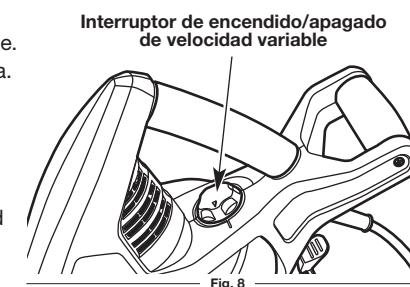

Fig. 8
- Para arrancar el motor, gire el interruptor de velocidad variable en el sentido de las agujas del reloj (Fig. 8).
- Para aumentar la velocidad del motor, según sea necesario, continúe girando el interruptor de velocidad variable en el sentido de las agujas del reloj (Fig. 8).
- Para reducir la velocidad del motor, gire el interruptor de velocidad variable en sentido contrario a las agujas del reloj. Cuando el interruptor de velocidad variable no pueda girarse más en sentido contrario a las agujas del reloj, el motor debe apagarse (Fig. 8).